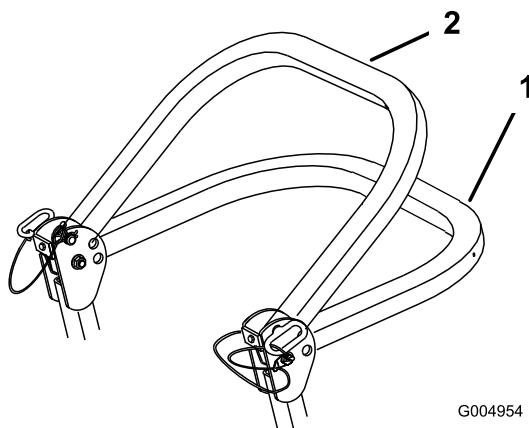

Figure 6
2. Faites pivoter l'arceau de sécurité à la position abaissée (Figure 6).